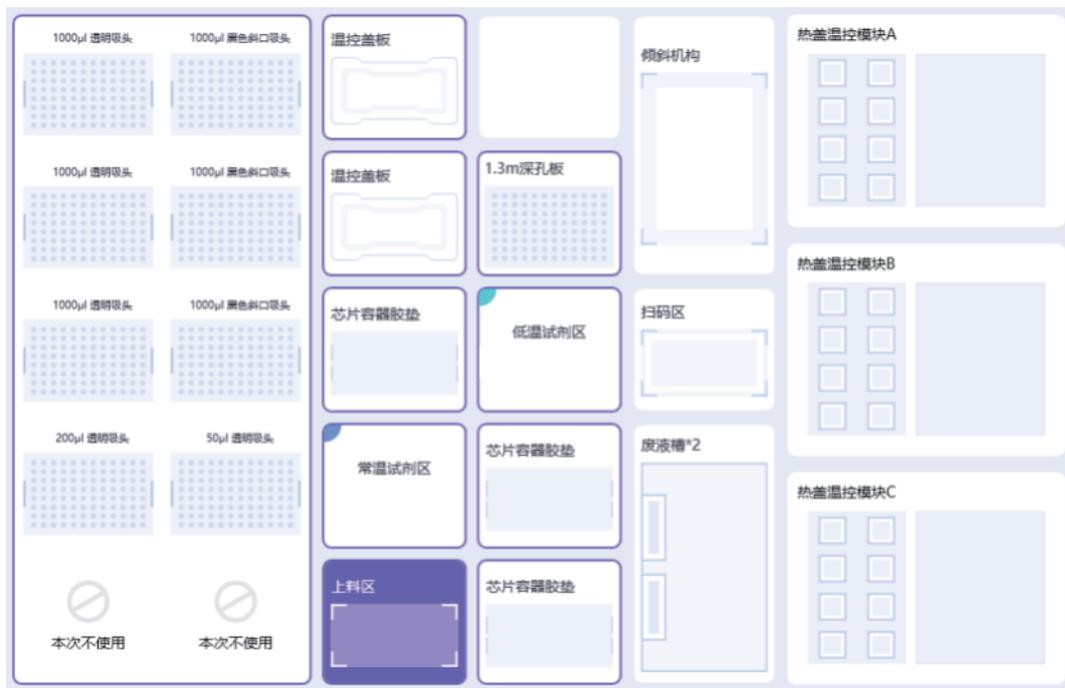

图 2-5 STOmics 软件台面模块示意图
g. 耗材放置：准备完毕后，按照图 2-5 的 Go Spatial 台面模块示意图，将枪头及废液槽依次放入对应的舱内模块区。100 mL 试剂槽可作为废液槽；
j. 深孔板放置：每次实验前，先将深孔板区的固定框（图 2-8）取下，然后按照图 2-5 在深孔板区放置一个干净的深孔板，请按照 A1 号孔位（图 2-9）为最左上方的方向放置；